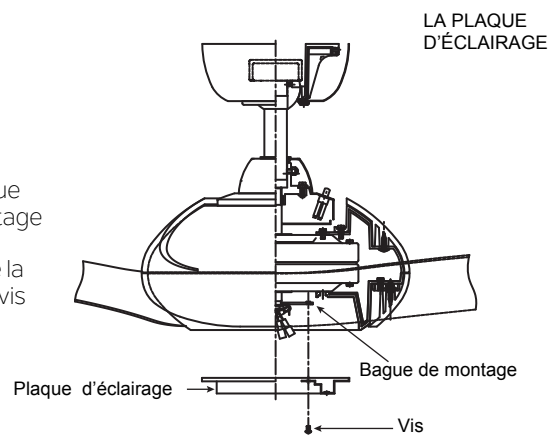

Fig. 19
**Étape 1.** Desserrez les deux vis sur la bague de montage fixée à l'arbre du moteur, puis retirez et conservez la troisième vis. (Fig. 19).